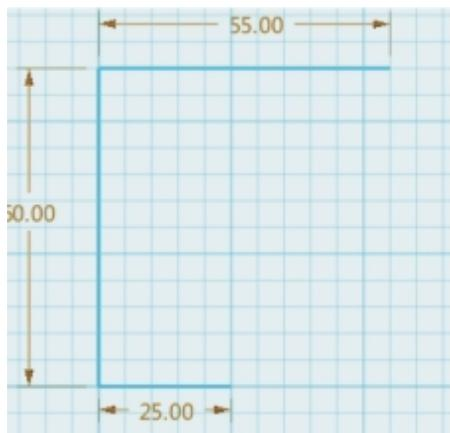

图7-2-3 确定茶杯关键尺寸
②确定茶杯关键尺寸。在软件左侧工具栏上单击“草图绘制”→“直线”按钮，绘制出关键尺寸，具体尺寸如图7-2-3所示，注意各直线端点需重合。